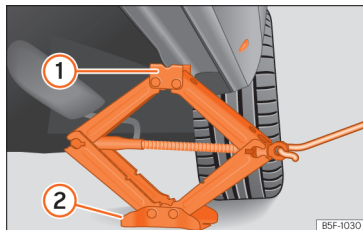

Fig. 193 Longarina: colocação do macaco do veículo.
- Rode a manivela do macaco, colocado por baixo do ponto de apoio da longarina, para levantá-lo até que o ressalto ① »» Fig. 193 se encontre por baixo do alojamento previsto.
- Alinhe o macaco de forma a que a patilha ① «encaixe» no alojamento previsto da longarina e que a placa base móvel ② fique apoiada no chão. A placa base ② deve ficar colocada na vertical relativamente ao ponto de apoio ①.